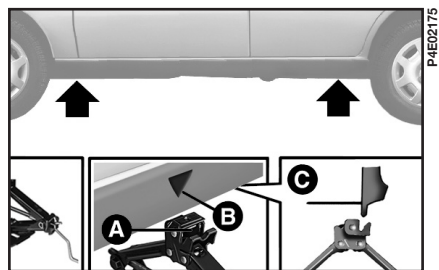

рис. 4
4) Установите домкрат напротив метки **В** (рис. 4) рядом с колесом, подлежащим замене, и убедитесь, что лонжерон **С** вошел в паз домкрата.